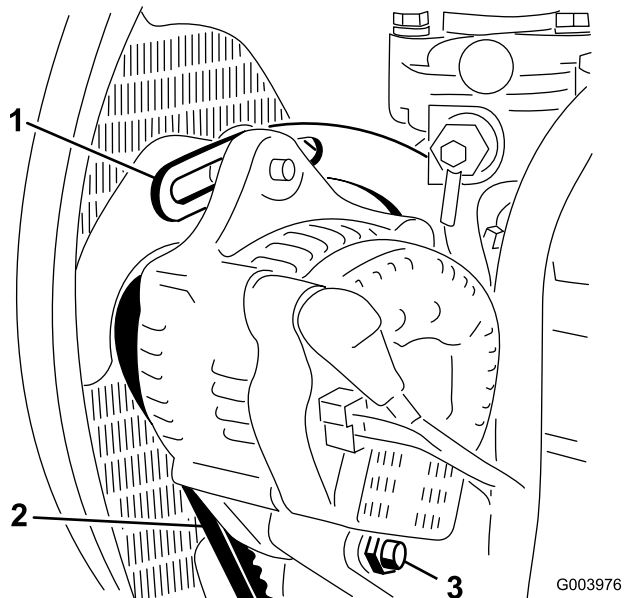

Figure 67
2. Contrôlez la tension de la courroie d'alternateur (Figure 67) en exerçant une force de 10 kg à mi-distance entre les poulies d'alternateur et de vilebrequin.
3. Desserrez le boulon de fixation du renfort au moteur (Figure 67), le boulon de fixation de l'alternateur au renfort et le boulon de pivot.